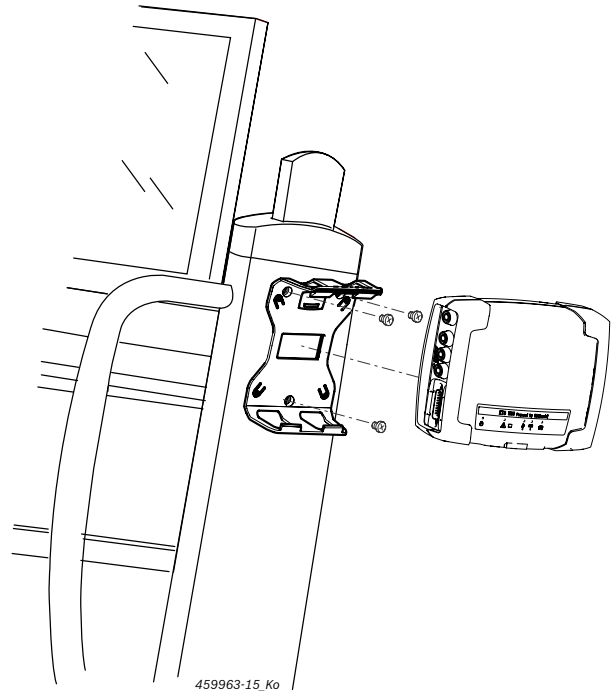

Abb. 7: Montage bevestigingshouder
1. Met de meegeleverde lenskopschroeven de bevestigingshouder op de trolley schroeven (afb. 7).